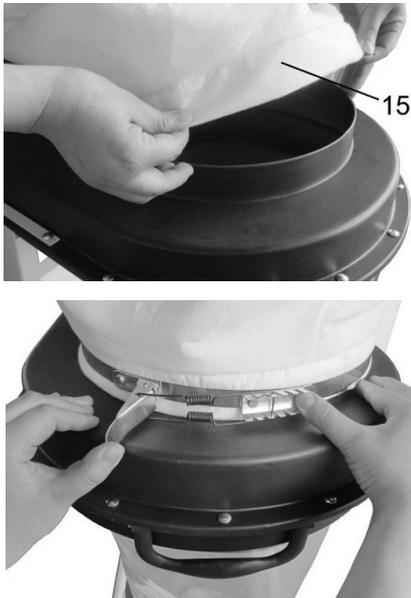

Abb. 10: Staubsack und Schnellspannvorrichtung
Schritt 8: Stülpen Sie den Staubsack (15) so über die obere Öffnung des Kunststoffgehäuses, dass er die Öffnung komplett umschließt und sichern Sie ihn mit der Schnellspannvorrichtung (Abb.10).